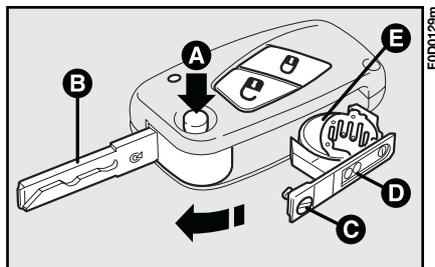

fig. 7
– appuyer sur le bouton A-fig. 7 et mettre la tige métallique B en position d'ouverture ;